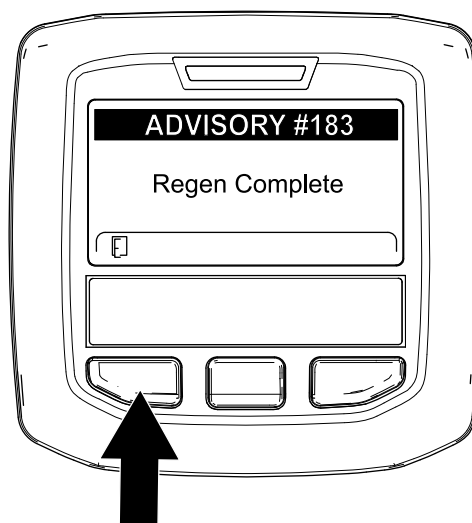

Figura 96
- Cuando el ordenador del motor finaliza una regeneración con la máquina aparcada o una regeneración de recuperación, el InfoCenter muestra ADVISORY #183 (Aviso n.º 183) (Figura 96). Pulse el botón de la izquierda para salir a la pantalla de inicio.